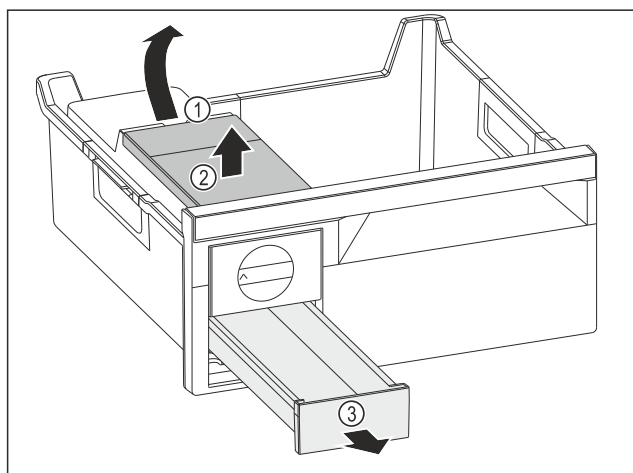

Fig. 86
- Retirer le réservoir d'eau : Soulever le réservoir d'eau hors de l'évidement Fig. 86 (1).
- Retirer le réservoir d'eau Fig. 86 (2) vers le haut.
- Retirer le compartiment à glaçons Fig. 86 (3) vers l'avant.